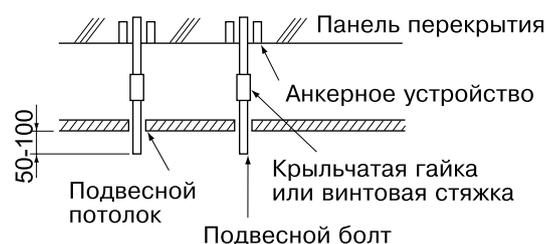

Рис. 3
2. Прodelайте отверстия для подвесных болтов, дренажного трубопровода и трубопровода хладагента и электрической проводки. (См. рис. 3)